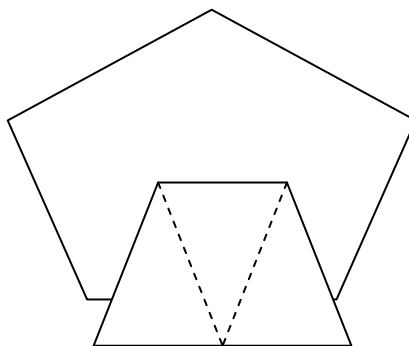

Figura No. 2
2.3 Toma el vértice proximal, lo dobla hacia adentro sobre el artículo y lo vuelve a doblar formando un triángulo de referencia para su manejo. (Figura No. 2)